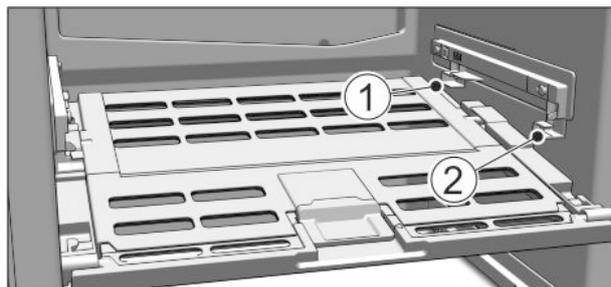

Fig. 50
- ▶ Установка крышки отделения с функцией для хранения овощей и фруктов Fruit & Vegetable-Safe: Вставить поперечные ребра крышки через низ в задний держатель Fig. 50 (1) и защелкнуть спереди на держателе Fig. 50 (2).